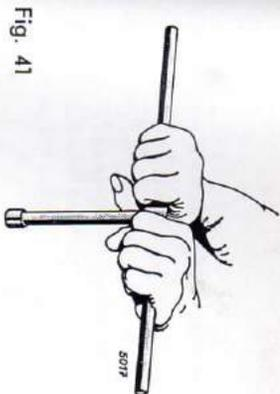

Fig. 41
2. Serrer les vis après avoir emboîté la broche, la saisir de court de façon que les mains touchent la clé; le faire en forme de croix et alternativement, sans faire force (Couple de serrage 2 à 3 mkg) — Figure 41 —.
Nous vous décrivons ici toute une série de vis dont le serrage à la main s'effectue de la même façon — Figure 41 —. Saisir la clé de telle façon que le pouce touche la tête de la clé. Effectuer alternativement le serrage des vis sans faire force, ce qui doit correspondre à un couple de serrage de 2 à 3 mkg.